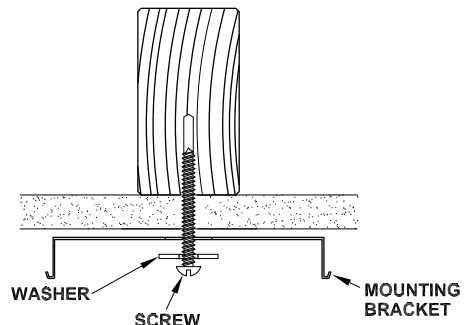

Figure 2
3. Mark location for mounting holes. Mounting brackets (6) can be installed 29-5/8" - 33-1/4" apart on mounting surface (center of bracket to center of bracket). For each bracket, drill 3/32" pilot holes.
If drill encounters ceiling joist, Install bracket with wood screws (9) (included). Tighten screws to secure bracket to mounting surface. **See Fig. 2.** Repeat for other mounting bracket.
Si la perceuse rencontre une solive, percer deux trous de guidage de 3/32 po sur la solive pour deux vis à bois de 1-1/2 po (incluses). Poser une rondelle plate métallique sur chaque vis à bois de 1-1/2 po. Insérer la vis dans le trou central du support de montage. Serrer la vis et fixer solidement le support à la surface de montage. Voir la figure 2. Répéter pour l'autre support de montage.